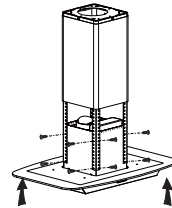

Abbildung 7
– Setzen Sie die Dunstabzugshaube an und benutzen Sie 6 große Flachkopfschrauben M4\*10, um den Korpus der Abzugshaube am Winkel zu befestigen (siehe *Abbildung 7*).